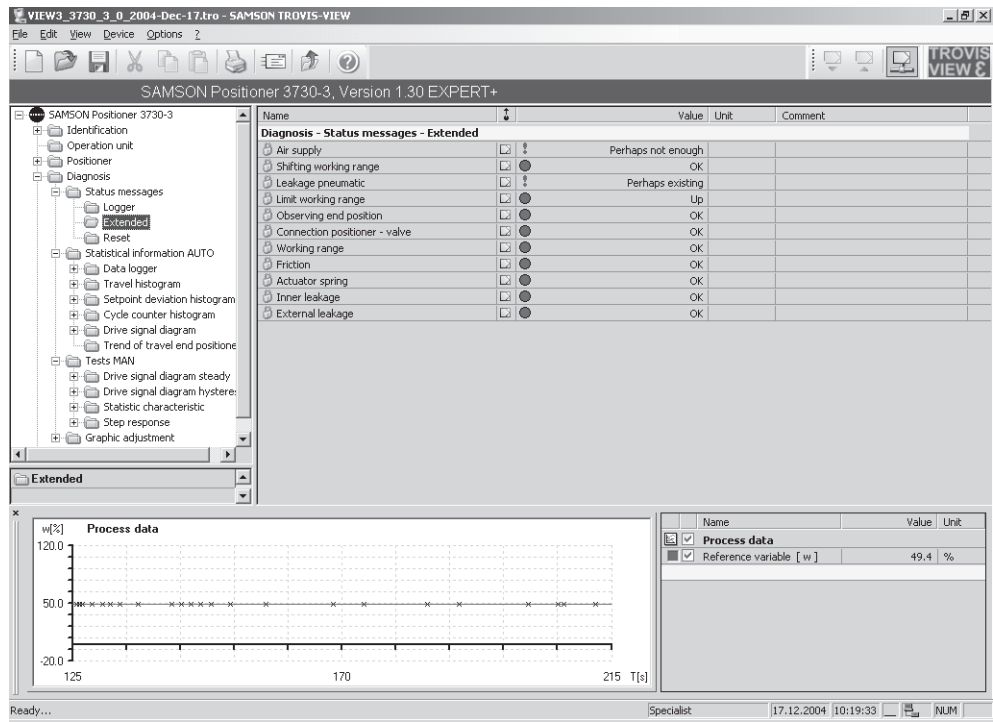

Fig. 8 · Messages de statut étendus
2.4 Diagnostic en texte clair (fig. 8)
3.2 Visualisation des messages de statut (fig. 8)